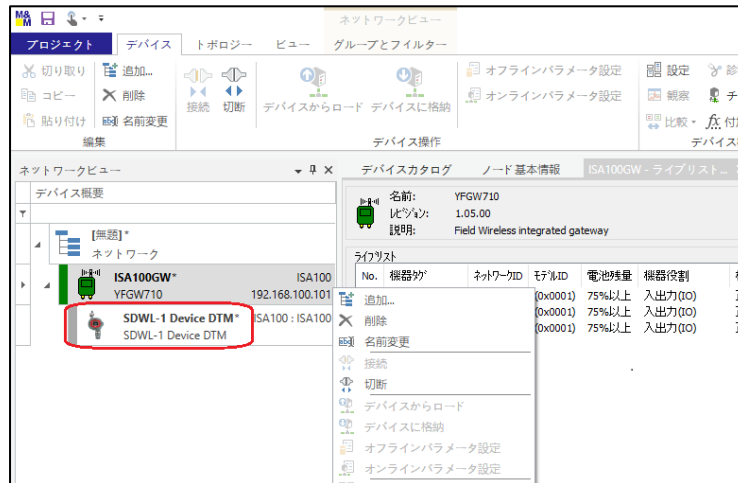

図 5-46 SDWL-1 DTM 追加
- ⑧ メイン画面左のツリーメニューに「SDWL-1 Device DTM」が追加されます。(図 5-46)